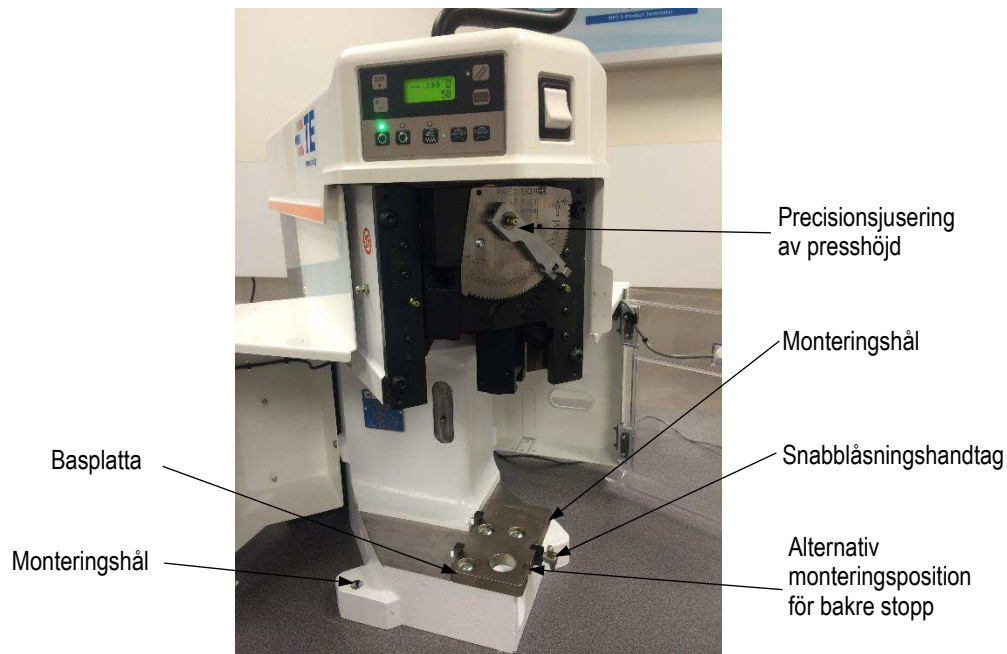

Bild 9
3. **Basplattan** utgör monteringsytan på vilken applikatorn är installerad. Snabblåsningfunktionen möjliggör snabb och enkel installation och borttagning av applikatorn. Se bild 9.
4. **Presshöjjusteringsgruppen** justerar presshöjden med en excenteraxel i ramlänkaget tillsammans med spärrade stopp i mekanismen. När mekanismen indexeras i någon av riktningarna ändras presshöjden i steg om cirka 0,01 mm [0,0004 tum] per steg. Mekanismen för presshöjjustering visas i bild 9.
Maskiner måste bultas fast ordentligt i bänken med hjälp av maskinens monteringshål som visas i bild 9. Fästelement tillhandahålls av kunden. Maskinerna får inte sticka ut utanför bänkens främre del.
Vid användning av applikator 567200-2 (ursprungligen avsedd för användning med Terminator-maskinen AMP-O-LECTRIC modell "K") lossar du T-handtaget med snabbblåsning, skjuter applikatorbasklämman nedåt och tar bort det bakre stoppet på basplattans vänstra sida. Installera det bakre stoppet (art.nr 354561-1), som medföljer luftmatningssatsen, vid den alternativa monteringspositionen på basplattan. Se bild 9.